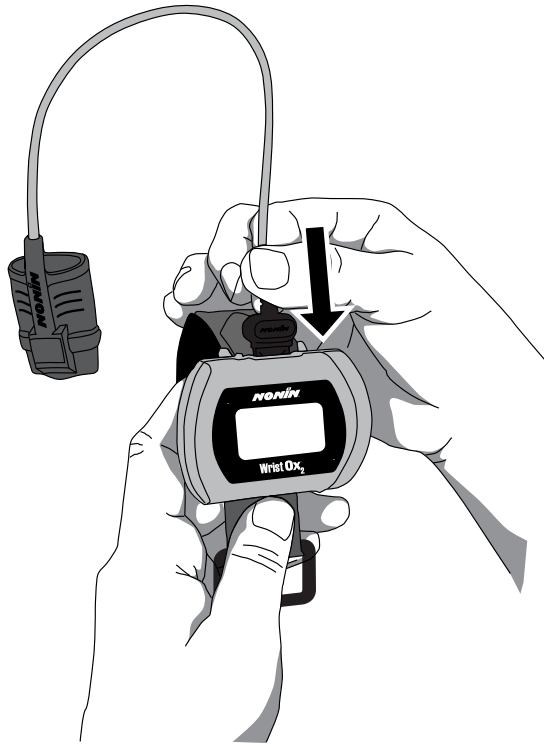

Abbildung 10: Befestigen des Sensors
1. Den Konnektor des Sensors am Sensoranschluss oben auf dem Gerät (Abbildung 10) einstecken. Das Nonin-Logo auf dem Sensorkonnektor muss zur Vorderseite des Geräts weisen.